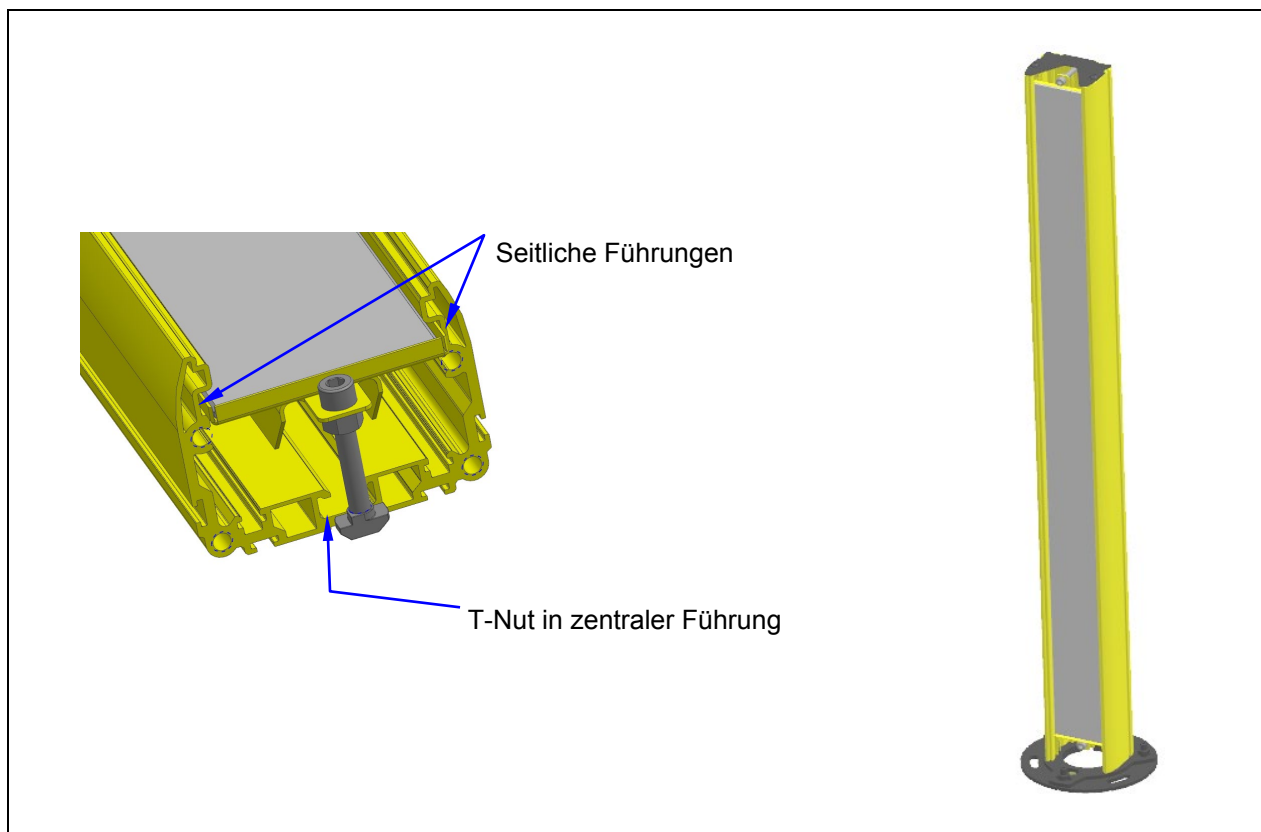

Fig. 5
Den Nutenstein auf die Schraube aufbringen. Den Umlenkspiegel in die seitliche Führung und den Nutenstein in die T-Nut einschieben (Fig. 5).
- ▶ Die Umlenkspiegel (PSEN op Mirror/1) in die Schutzsäule (PSEN op Protective Column/1) in der passenden Version mit Hilfe des Kits PSEN op Protective Bracket Mirror/1 (s. Fig. 5) installieren. Die Tabelle „Bestelldaten“ in der Bedienungsanleitung des PSEN op Mirror/1 fasst die empfohlenen Paarungen zwischen Produkt und entsprechendem Umlenkspiegel zusammen.